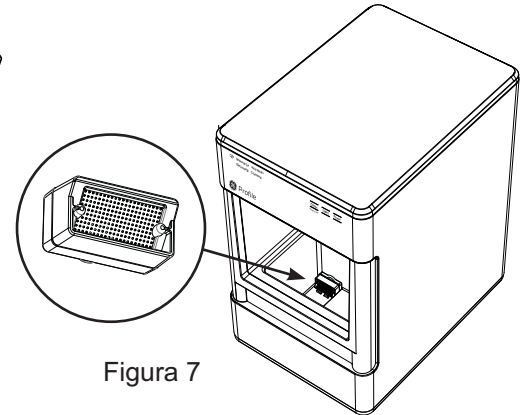

Figura 7
- Desinstale todos los filtros accesorios y vuelva a colocar la malla que está incluida con la unidad. (Figura 7)